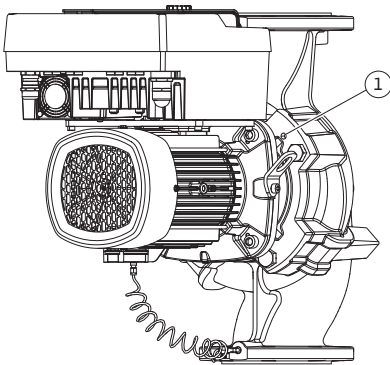
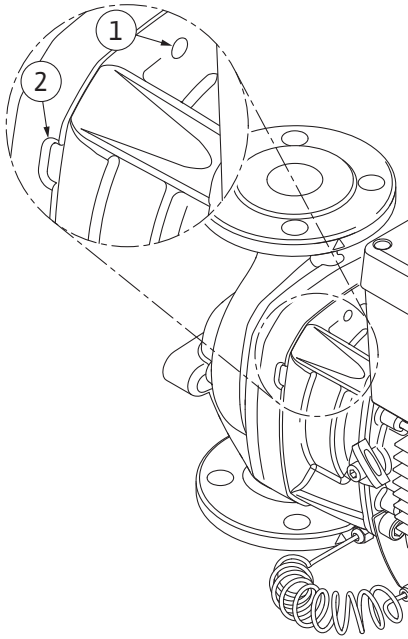

Fig. 103: Moottori-juoksupyöräyksikön painaminen ulos kierrereikien kautta
Fig. 104: Kierreaukot ja lovet, joita käytetään moottori-juoksupyöräyksikön irrottamiseen pumpun pesästä
11. Avaa ruuvi (Fig. I/III, pos. 10, Fig. II/IV, pos. 29), joka pitää kiinni paine-eroanturin kiinnityslevyn. Jätä paine-eroanturi (Fig. I, pos. 8) kiinnityslevyineen roikkumaan paineenmittausjohtoihin (Fig. I, pos. 7). Irrota DDG-paine-eroanturin liitäntäkaapeli elektroniikkamoduulista tai löysää ja vedä se pois pistoliitännästä.
12. Avaa pumpputyypissä (Fig. III, IV) ruuvit, pos. 29. Käytä niiden vieressä olevia kahta kierrereikää (Fig. 103, pos. 1) ja sopivia, asiakkaan toimesta hankittavia ruuveja (esim. M10 x 25 mm). Paina moottori-juoksupyöräyksikkö irti pumpun pesästä. Käytä pumpputyypissä (Fig. I ja Fig. II) kahta kierrereikää M10 (katso Fig. 104) ja sopivia, asiakkaan hankkimia ruuveja (esim. M10 x 20 mm). Irti painamiseen voidaan käyttää myös uria (Fig. 104, pos. 2). Käytä esim. kahta ruuvimeisseliä vipuina. Kun moottori-juoksupyöräyksikkö on painettu irti n. 15 mm, moottori-juoksupyöräyksikkö ei enää ole pumpun pesässä.